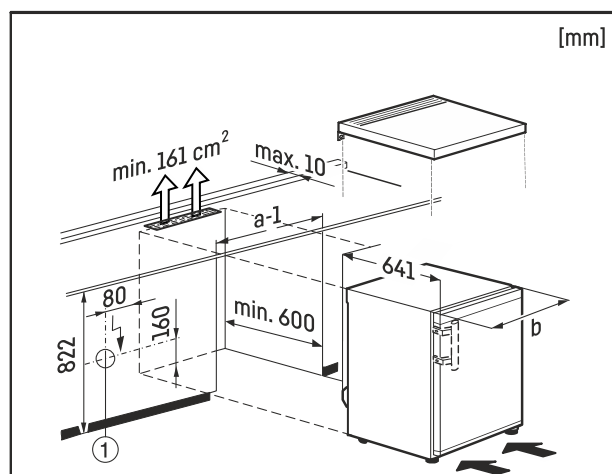

Fig. 8
Het stopcontact Fig. 8 (1) moet hierbij buiten de achterzijde van het apparaat liggen en goed toegankelijk zijn.